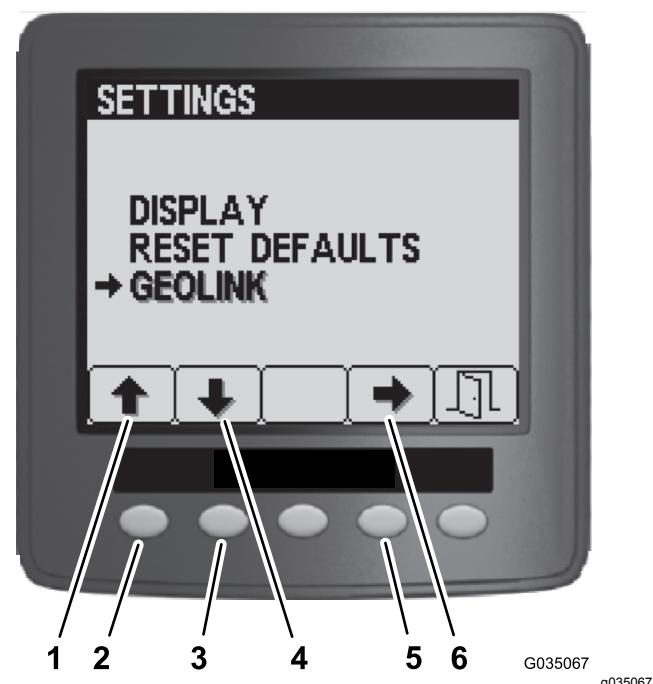

Figura 151
- Nel menu Impostazioni, premete il pulsante 1 o il pulsante 2 fino a quando non viene evidenziata l'opzione GeoLink e premete il pulsante 4 per navigare al menu GeoLink (Figura 151).